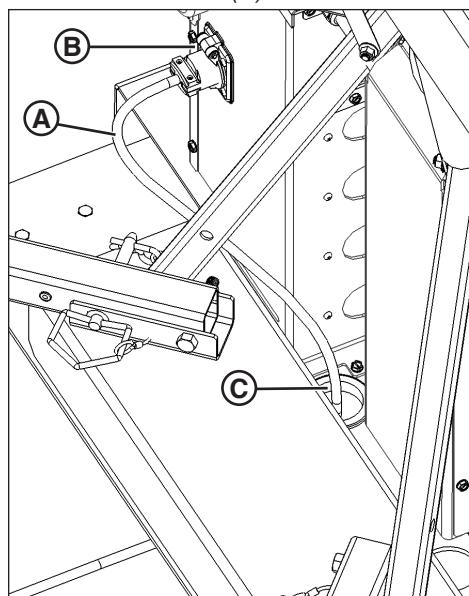

Figura 8
2. Conecte un cable de alimentación para uso en exteriores y de servicio pesado (A, figura 8) del tomacorriente en el lado de la unidad (**B**) a una fuente de alimentación de CA de 120 voltios. Consulte la sección **Especificaciones**.